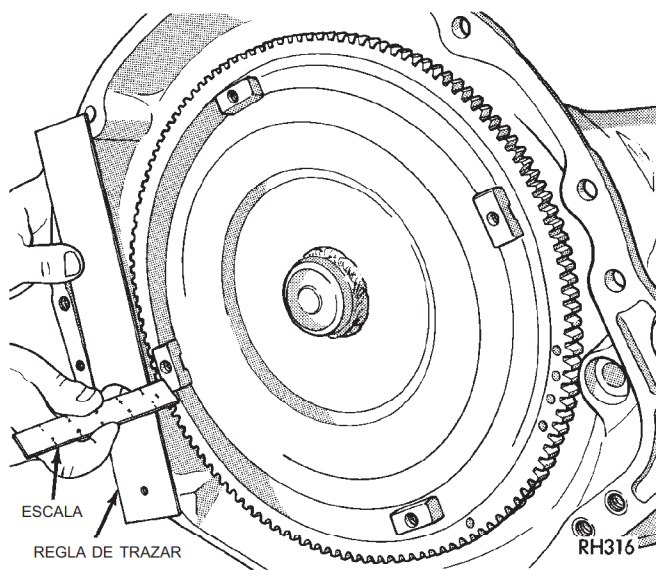

Fig. 18 Método característico de verificación del asentamiento del convertidor
(1) Inspeccione la maza del convertidor de par y las estrias de impulsión de la maza para verificar si existen bordes filosos, rebabas, rayas o mellas. Pule la maza y las escotaduras con lija de grano 320/400 o arpillera si fuese necesario. La maza debe estar lisa a fin de evitar que se dañe la junta de la bomba durante la instalación.
(2) Lubrique la maza de mando y el reborde de la junta de la bomba de aceite con líquido de la transmisión.
(3) Lubrique la maza de guía del convertidor con líquido de la transmisión.
(4) Alinee el convertidor y la bomba de aceite.
(5) Inserte cuidadosamente el convertidor en la bomba de aceite. Gire luego el convertidor hacia adelante y atrás hasta que asiente completamente en los engranajes de la bomba.
(6) Verifique el asentamiento del convertidor con una escala de acero y una regla de trazar (Fig. 18). Cuando el convertidor está completamente asentado, la superficie de las orejetas del convertidor debe estar a 12 mm (1/2 pulg.) de la parte posterior de la regla de trazar.
(7) Sujete momentáneamente el convertidor en el gato de carpintero.